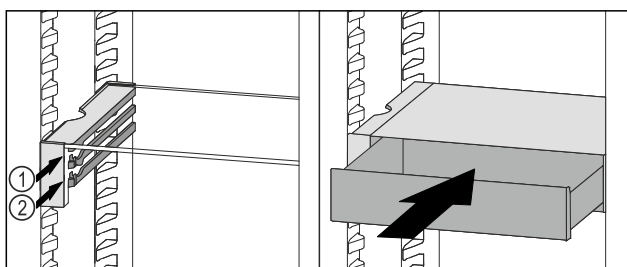

Fig. 63
- Nasadte zásuvku VarioSafe za zarážky na požadovaném žebře Fig. 63 (1) nebo Fig. 63 (2).